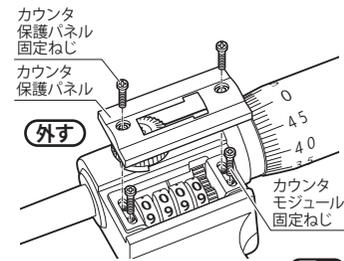

図4
①カウンタ保護パネルの固定ねじを⊕の精密ドライバで外し、さらにカウンタモジュールを固定しているねじも同様に⊕の精密ドライバで外してください。(図4)
- Using a precision ⊕ type screwdriver, remove the two screws securing the Counter Cover Plate, and then the two additional screws holding the Counter Module in place. (Fig.4)